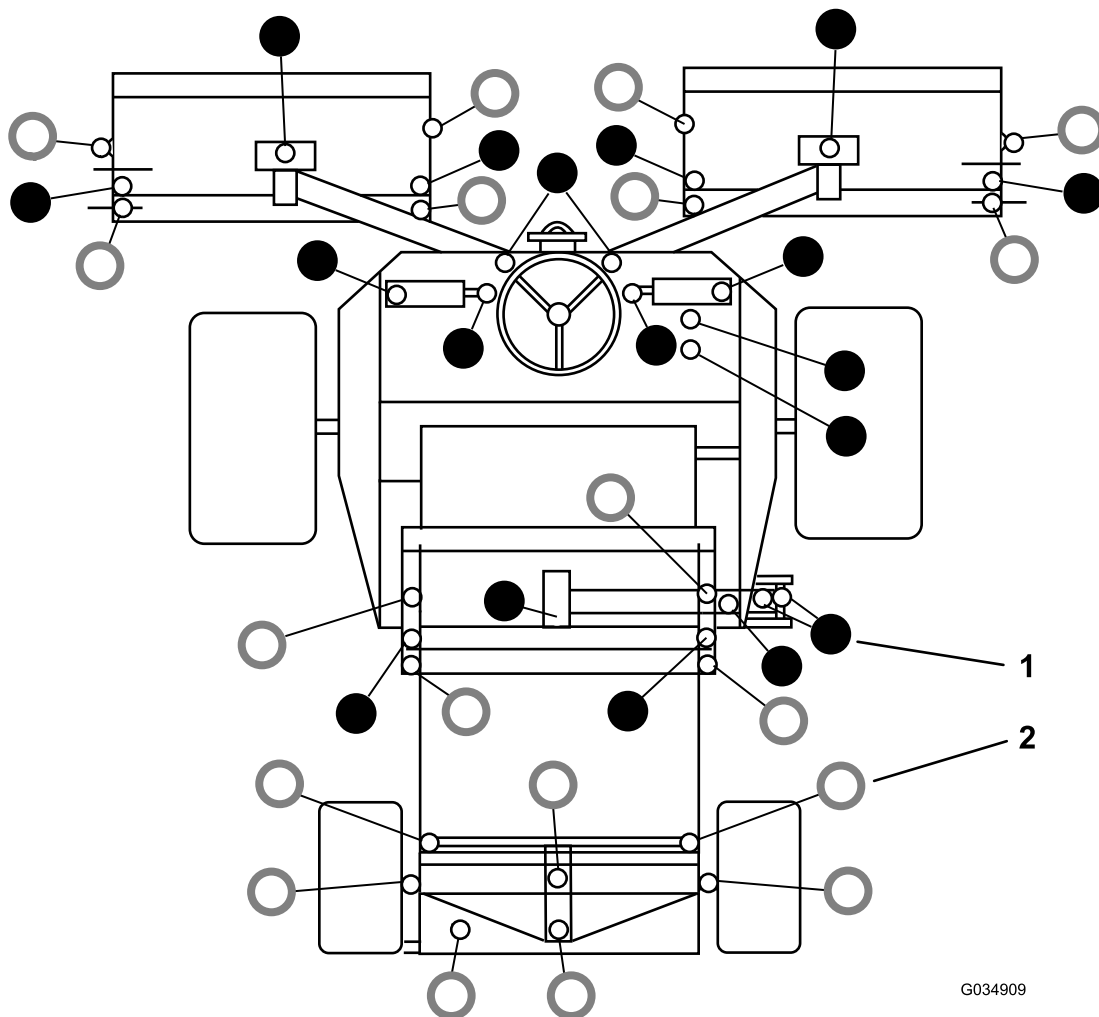

Figura 50
- Consulte en la Figura 50 la ubicación de los engrasadores.